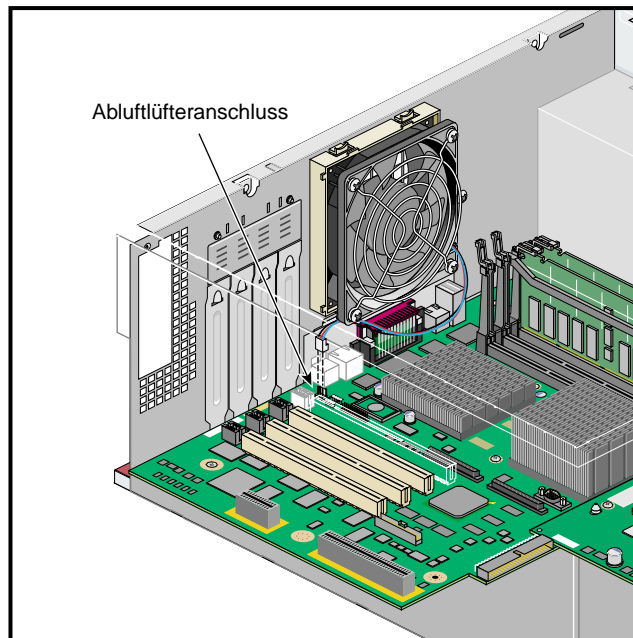

Abbildung 4-36 Trennen des Steckverbinders des Abluftlüfters
2. Trennen Sie den Steckverbinder des Abluftlüfters von der Hauptplatine. Siehe Abbildung 4-36.